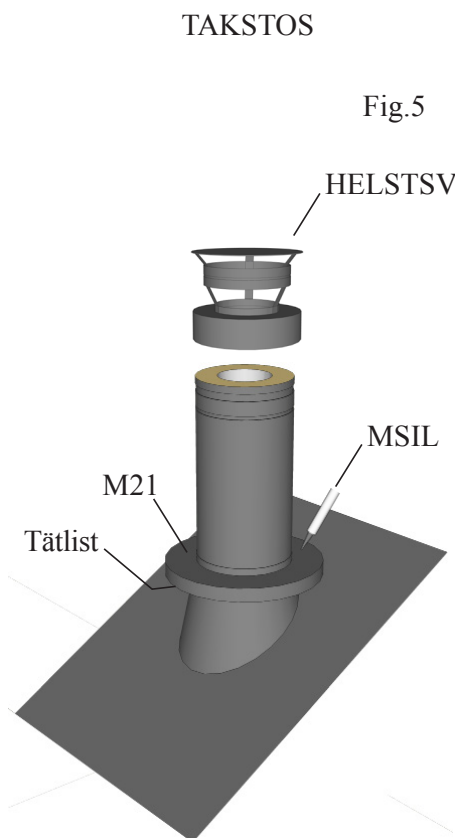

Fig.5
5. När takstosen är monterad, montera då det självhäftande tätningsbandet runt takstosens koniska överdel, in på skorstensmodulen. Regnavvisaren (M21) monteras sedan och tätas omsorgsfullt med svart silikon (MSIL) mot skorstenens yttermantel (se fig.5)